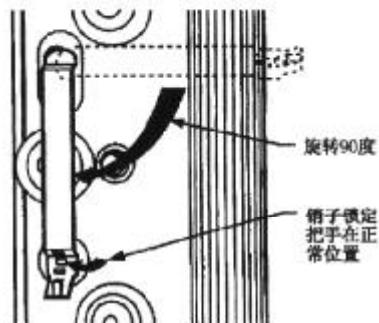

图5 电子单元安装图
电子单元的槽中，顺时针转动把手90度，以使分开的突出和方孔对齐见图5
- 握住手柄，将手柄后面的短小凸出部分插入电子单元的槽中，顺时针旋转90度以使分开的突出与方孔对齐。参见图5。